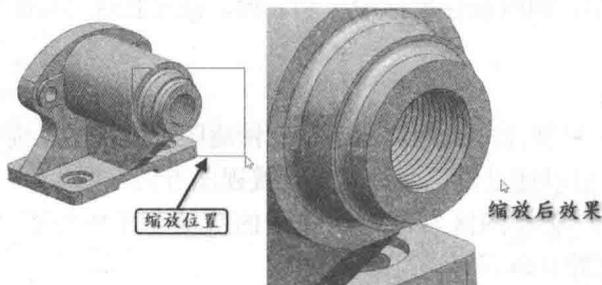

图 1-11 放大前后的模型显示对比
① 利用“视图”工具条中的“缩放”按钮。单击该按钮，在需要放大观察的区域按住鼠标左键并拖动，则在开始点和移动的光标之间显示一个矩形线框。松开鼠标左键后，则矩形范围内的对象在视图中最大显示。图1-11为放大前后的模型显示对比。